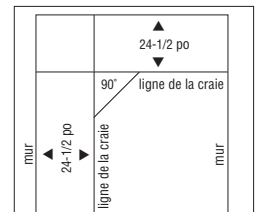

Figure 6
- Si les dimensions de la pièce s'y prêtent, marquer au cordeau en au moins deux endroits à 46 cm (18 po) à partir du coin, une ligne parallèle au mur de départ opposé à la porte d'entrée et à une distance de 62 cm (24-1/2 po) de ce mur. Les 13 mm (1/2 po) sont prévus pour le jeu de dilatation (Figure 6).
- Tirer une deuxième ligne au cordeau à 90° de la première et à 62 cm (24-1/2 po) du mur à angle droit (Figure 6). Les 13 mm (1/2 po) sont prévus pour le jeu de dilatation. Vérifier la précision avec une équerre de constructeur.